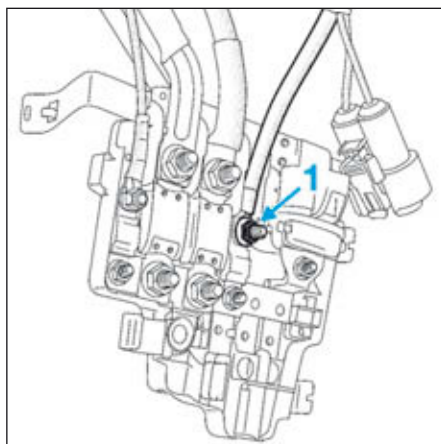

FIG.2
- Déposer l'écrou (1) (Fig.2) de la borne positive déportée.